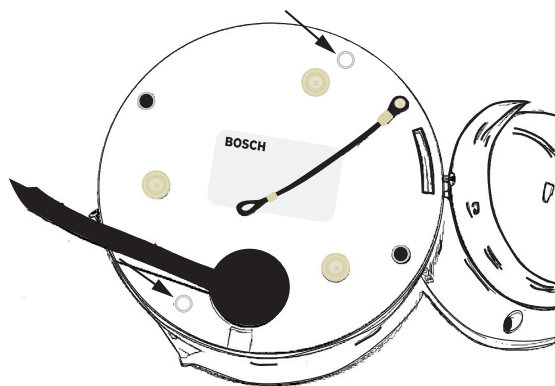

Figura 6.13 Extracción de los tapones de la base de la cámara
1. Afloje con cuidado la burbuja utilizando la llave torx suministrada para extraer los cuatro (4) tornillos antimanipulación. Deje que la burbuja cuelgue de la cadena de seguridad.
2. Extraiga los dos (2) tapones de caucho negro (consulte la *Figura 6.13*) correspondientes de la base de la cámara.